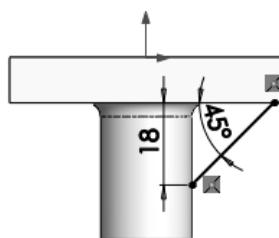

图 5.11.3 截面草图
(2) 绘制截面的几何图形 (如图 5.11.3 所示的直线)。
(3) 添加几何约束和尺寸约束, 并将尺寸数值修改为设计要求的尺寸数值, 如图 5.11.3 所示。
(4) 单击  按钮, 退出草图绘制环境。